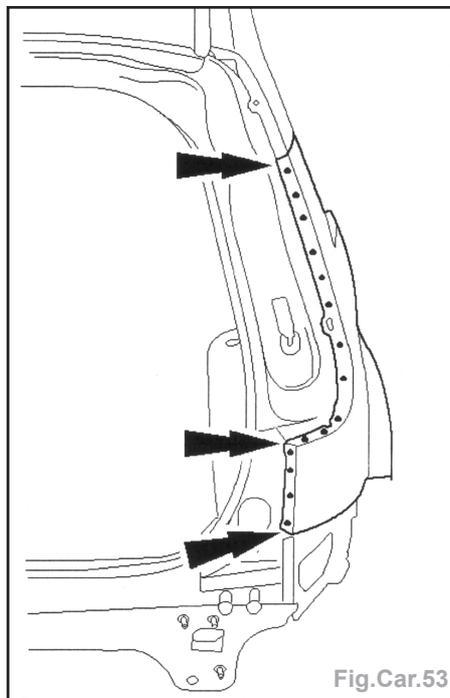

Fig.Car.53
- Fraiser les points de soudures (flèches) (Fig.Car.53).